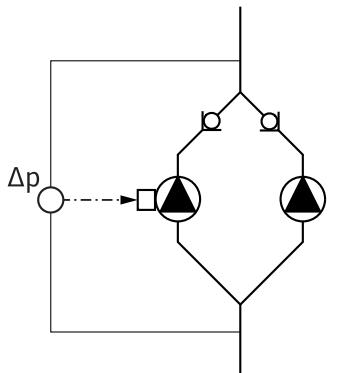

Fig. 13: Voorbeeld, aansluiting verschil-druksensor
- In het voorbeeld in Fig. 13 is de master-pomp, gezien in stroomrichting, de linkerpomp. Op deze pomp moet de verschildruksensor worden aangesloten.
De meetpunten van de verschildruksensor van de master-pomp moeten in de desbetreffende verzamelbus op de zuig- en perszijde van de dubbelpomplijn liggen (Fig. 13).